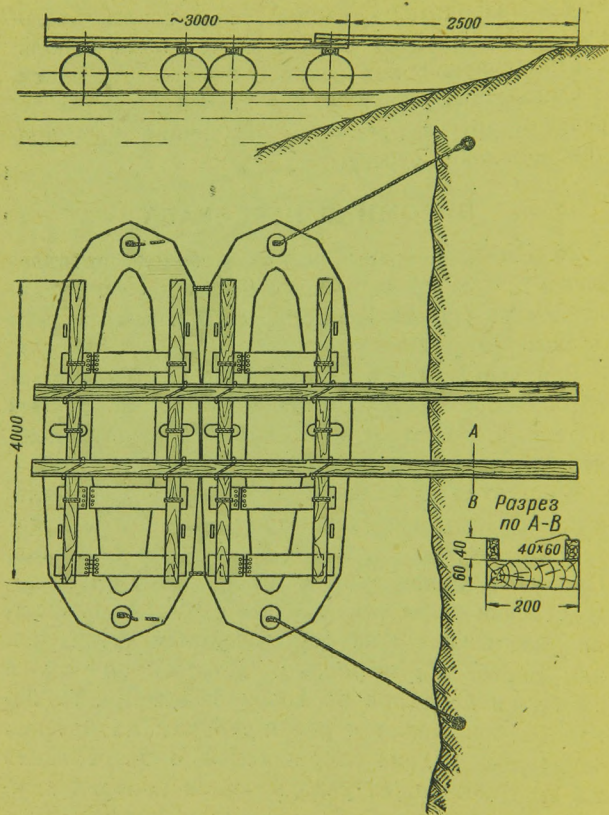

Рис. 12. Паром из двух лодок.
26. Для переправы легких повозок, артиллерии и других грузов общим весом до 2 т и давлением на ось до 1 т собирается паром на двух лодках (рис. 12).